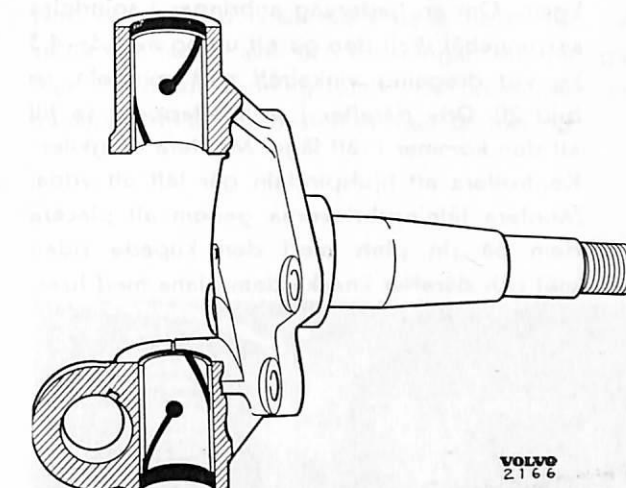

Bild 18. Spindelappsbussningar.
1. Rengör hjulspindeln. Putsa bort eventuella grader i bussningslägena. Pressa i de nya bussningarna med dorn SVO 1442. Se därvid till att smörjhålet kommer mitt för smörjniplarna och att det kortare smörjspåret är vänt mot fätningsbrickan, se bild 18.